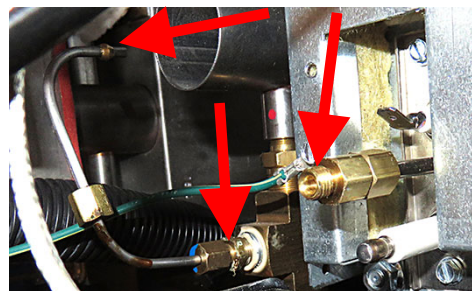

図 25
30. ガス濃縮チューブを外し、もう一方の端を緩めてイグナイターの経路から外します (図 25 を参照)。